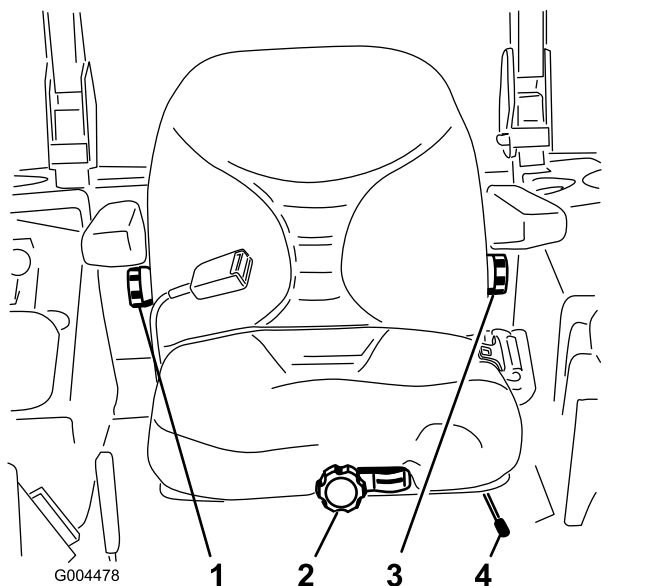

Figura 14
1. Il sedile si regola spostando da un lato la leva per sbloccarlo (Figura 14).
A sedile vuoto, girate la manopola anteriore nella direzione opportuna, fino ad ottenere il migliore comfort (Figura 14).
Per regolare lo schienale del sedile, girate nella direzione opportuna la manopola situata sotto il bracciolo destro, fino ad ottenere il migliore comfort (Figura 14).
Per regolare lo schienale del sedile, girate nella direzione opportuna la manopola sotto il bracciolo sinistro, fino ad ottenere il migliore comfort (Figura 14).